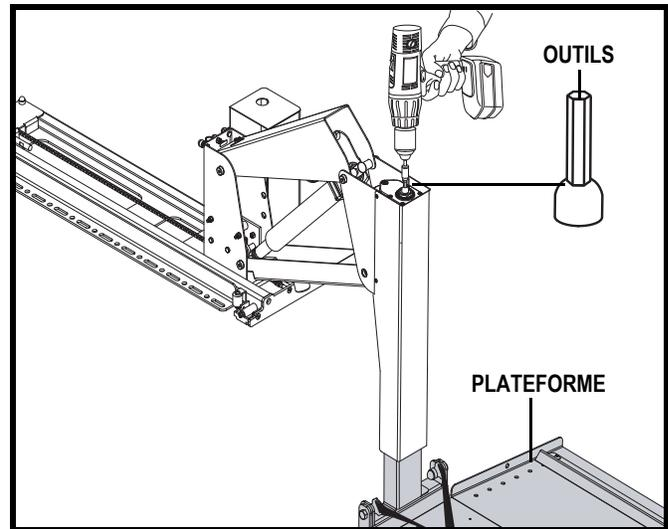
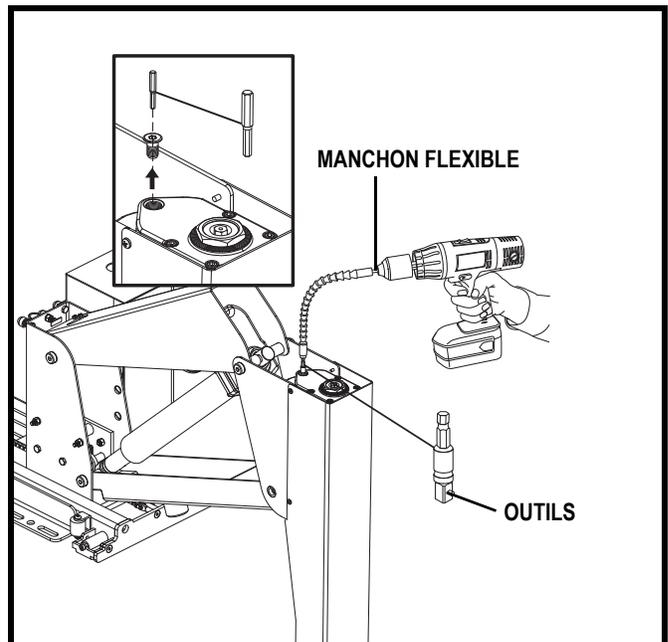

Figure 10. Élever ou abaisser la plateforme. N'utilisez pas le manchon flexible pour cette opération (Backpacker MV SEULEMENT)
Figure 10A. Élever ou abaisser la plateforme - Retirez la vis pour exposer l'orifice de réglage (Backpacker MV SEULEMENT)
La plateforme du Backpacker MV ou Backpacker AVP peut être élevée ou abaissée à partir de deux points de réglage situés sur le dessus de l'appareil. Le plus grand orifice de réglage (à l'avant) (voir la figure 10) requiert plus de puissance mais moins de révolutions pour élever ou abaisser la plateforme, alors que l'orifice de réglage plus petit (arrière) (voir la figure 10A) a besoin de moins de puissance mais plus de révolutions.
**INTERDIT! N'utilisez pas le manchon flexible pour le fonctionnement manuel de la plateforme tel qu'illustré dans la figure 10. Fixez l'outil requis directement sur la perceuse.**
1. Fixez une extrémité du manchon flexible sur une perceuse en fonction de la partie de l'appareil de levage que vous voulez déplacer puis fixez la lame d'outil appropriée. Voir les figures 10, 10A, 10B, 11 et 12.